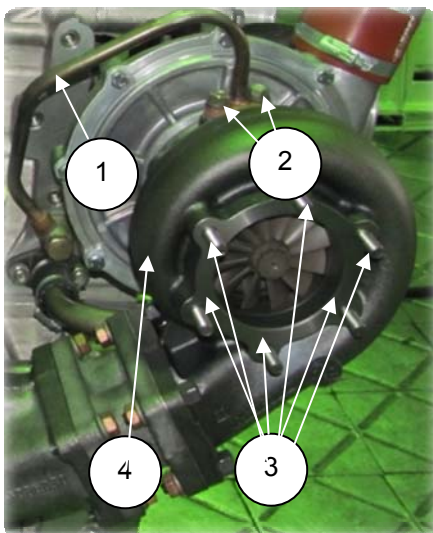

Рис. 6.65
5. Установить болты в отверстия фланца турбокомпрессора левого, подложить прокладку, установить турбокомпрессор левый (4) (ТКР-100-04), подобранный с трубкой, на задний левый выпускной коллектор, подложить под гайки шайбы, навернуть гайки на 2-3 нитки от руки (рис. 6.65);
8. Снять транспортные заглушки с трубок, установить трубки подвода масла (1), предварительно собрав 2 болта М16 с шайбами уплотнительными и пружинными, завернуть болты (2) на 2-3 нитки от руки (рис. 6.65);
10. Ввернуть шпильки (3) М10 в корпус турбины от руки. Завернуть шпильки окончательно шпильковёртом.